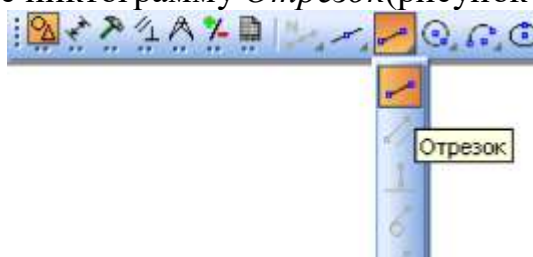

Рисунок 2.5 –Выбор инструмента Отрезок
2. Активизируйте пиктограмму *Отрезок* (рисунок 2.5).